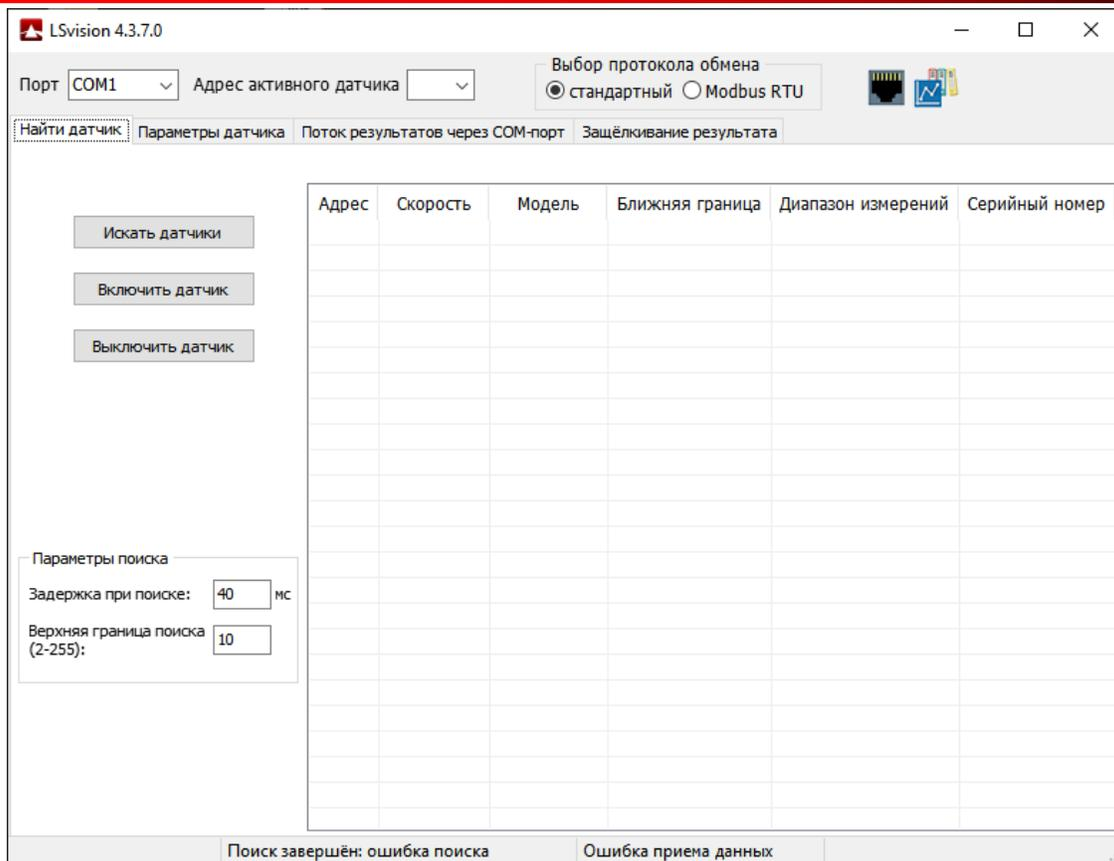

Рисунок 10.2 – Вид окна программы в случае возникновения ошибки при поиске датчиков
- 4) в строке состояния появляется надпись: «Поиск завершен: ошибка поиска» (см. рисунок 10.2). В случае неостановленного потока данных также возможно появление надписи **«Ошибка приёма данных»** в строке состояния.